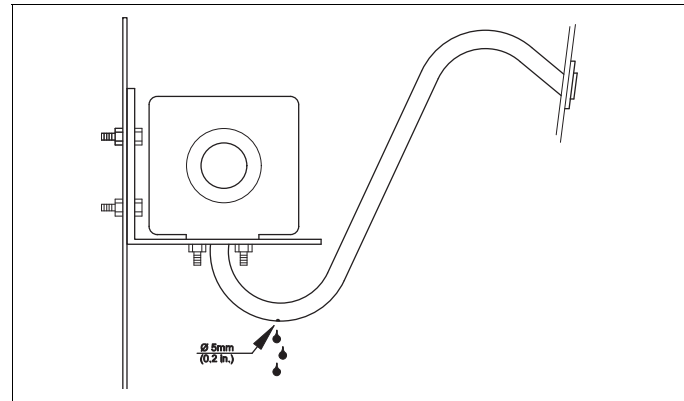

Abb. 26 Brennluftansaugleitung nicht in Fahrtrichtung
- ▶ Ablaufbohrung gemäß Abb. 26 an tiefster Stelle anbringen.